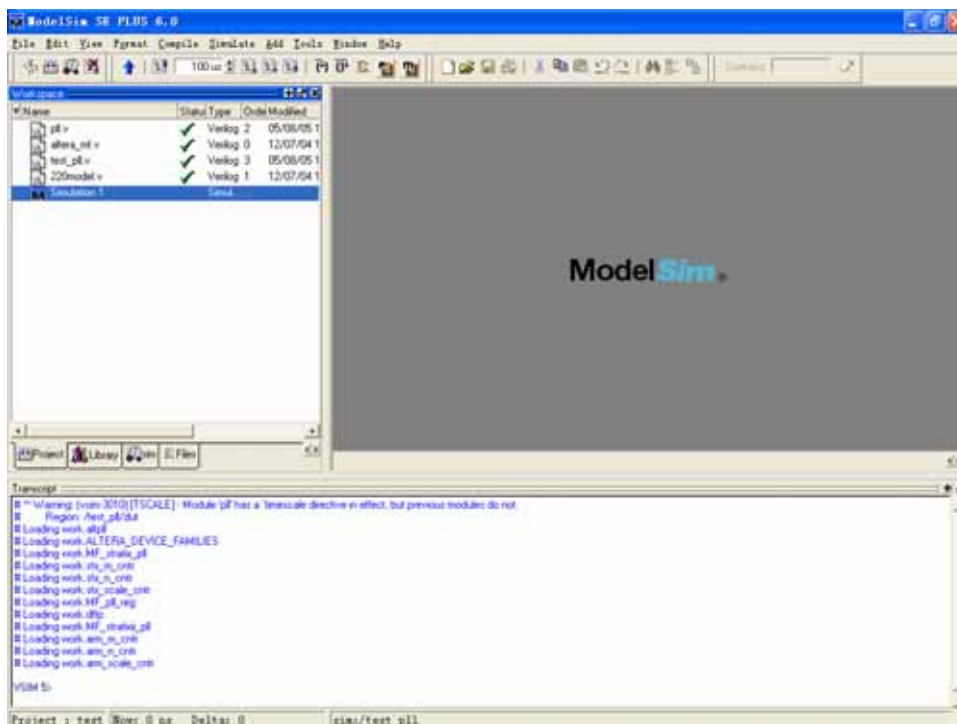

图 12 Load Design
12.双击“Simulation 1”开始 Load Design.如图 12 Load Design 所示.